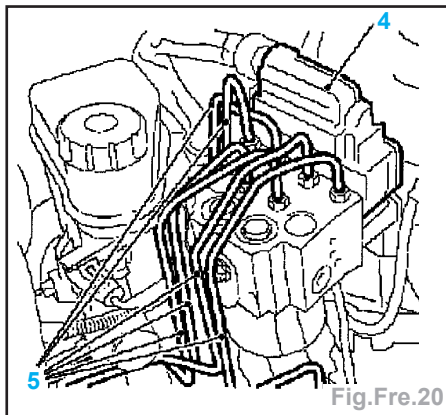

Fig.Fre.20
- Démontez le connecteur d'ABS (4) de l'appareil de commande du groupe hydraulique (Fig.Fre.20).
- Démontez toutes les conduites de frein (5) du groupe hydraulique.
- Démonter le connecteur d'ABS (4) de l'appareil de commande du groupe hydraulique (Fig.Fre.20).
- Démonter toutes les conduites de frein (5) du groupe hydraulique.